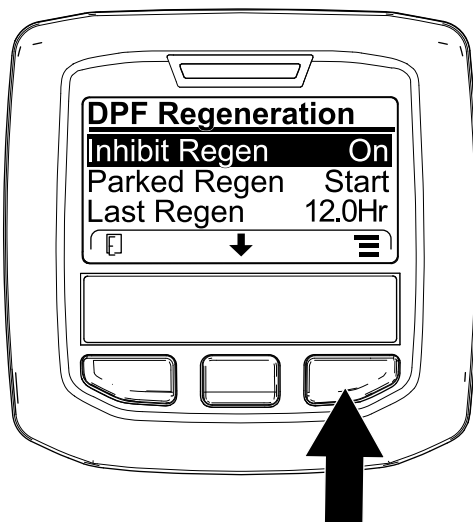
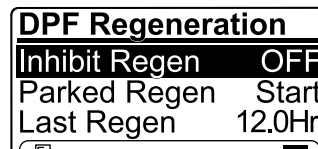

Bild 48
Bild 49
1. Navigieren Sie auf das Menü „DPF Regeneration“, drücken Sie die mittlere Taste und navigieren Sie auf die Option INHIBIT REGEN.; drücken Sie die rechte Taste, um den Eintrag „Inhibit Regen.“ auszuwählen (Bild 48).
2. Drücken Sie die rechte Taste, um die Einstellung für das Verhindern der Regenerierung von „On“ in „Off“ (Bild 48) oder von „Off“ in „On“ (Bild 49) zu ändern.